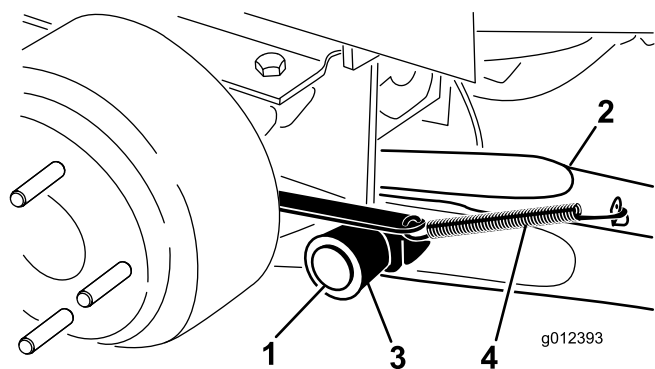

図 2
4. ピボット・ピン 1 本、コッター・ピン 1 本を使って、ピボット・ブラケットに昇降アームを取り付ける（図 2）。昇降アームを、曲がった部分が外側を向くようにして取り付ける。
5. ブレーキリターン・スプリングを昇降アームのタブ引っ掛ける（図 2）。